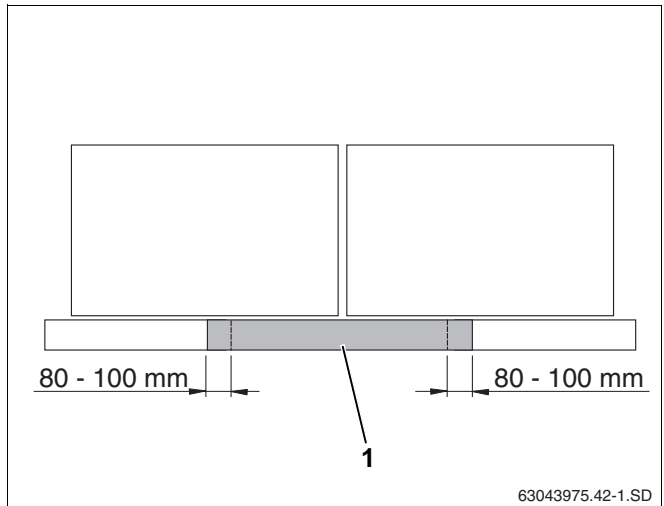

Fig. 45 Placering af de midterste dækplader ved vandrette solfangere
Ved vandrette solfangere er det nødvendigt med dækplader i midten og fornden allerede ved to solfangere (fig. 45, **pos. 1**). De skal overlappe 80–100 mm.